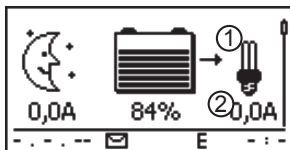

Fig. 9: Contenido del display después de conectar los consumidores
3. ➔ Conectar la salida de carga. Aparece la lámpara ① (Fig. 9) en el display.
4. ➔ Conectar el consumidor. La corriente de consumo se mostrará en el display ② a partir de 0,1 A.
5. ➔ Si no aparece Fig. 9, comprobar la instalación y solucionar los posibles fallos a través de ☞ 15, pág. 54 y siguientes.